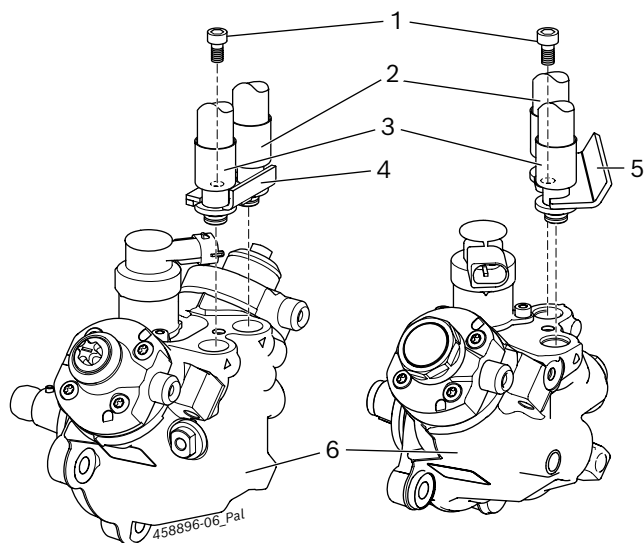

図 4: 取付金具付きCP4のテスト接続
! CP4のテストオイル接続にはポンプ専用のホースライン 1 680 712 351または1 680 712 352 を使用してください。ポンプ専用の取付金具1 681 038 392 (図4、位置4) または取付金具1 681 038 430 (図4、位置5) と六角穴付ボルト M6 x 12 (図4、位置1) でホースラインをCP4に取り付けます。ホースライン、取付金具および六角穴付ボルトは部品セット 1 687 016 125に同梱されています。
1. テストオイルフィード用ホースライン (図4、位置2) をCP4の入口接続部に接続します。
2. テストオイルリターン用ホースライン (図4、位置3) をCP4の戻り接続部に接続します。
3. 両方のホースラインを取付金具1 681 038 392 (図4、位置4) または取付金具1 681 038 430 (図4、位置5) と六角穴付ボルト M6 x 12 (図4、位置1) でCP4に固定します。